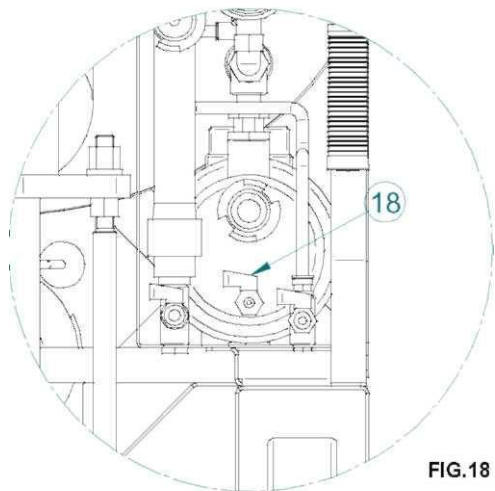

FIG.18
În acest moment, la finalizarea operațiunii de curățare a dispozitivului, opriți comutatorul principal, deconectați cablul de alimentare, închideți și supapa de alimentare cu apă, deschideți și supapa auxiliară pentru câteva secunde și detașați furtunul de golire. Dacă există vreun risc de îngheț, deschideți cele trei supape (ref. 18), după cum se arată în fig. 18 și evacuați toată apa din circuit.